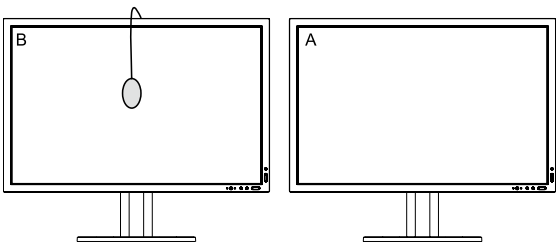

图 C.2
- 当希望确认显示器 B 的白点时，从源显示器 A 上取下 USB 传感器并将其置于显示器 B 的中心 (图 C.2)。若要跳过显示器 B 的白点确认，请按 “SELECT” 键转至步骤 9 进行 FINE TUNING (细调)。